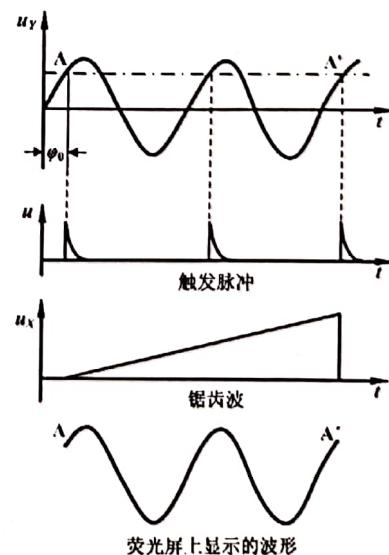

图 3 触发扫描实现扫描同步
**触发扫描同步：**如图 3 所示，示波器将“触发电平”(trig level)与输入的被测信号进行比较，当输入信号电压等于触发电平(图中 A 点的电压)时，触发电路便输出触发脉冲，强制启动扫描电路进行扫描，光点自左向右由 A 点扫描至 A' 点。在该扫描周期内，扫描电路不再受触发脉冲影响。本次扫描结束后，触发脉冲又可再次强制启动扫描电路，进行下一次扫描。因每个触发脉冲产生于相同触发电平处，故每次扫描的起点都会准确地落在同相位点 $\varphi_0$ 上，多次扫出的波形重叠，稳定地显示在屏幕上。